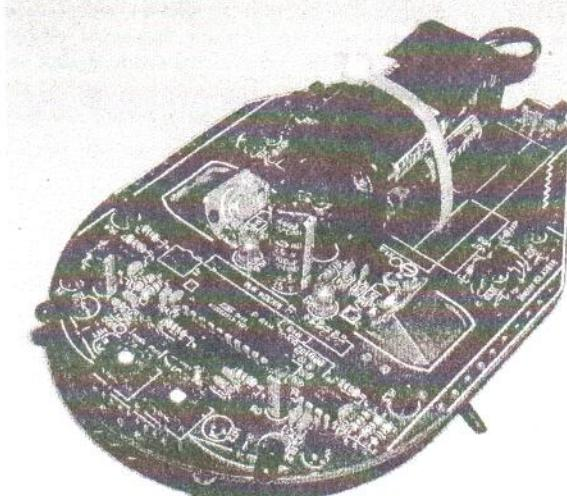
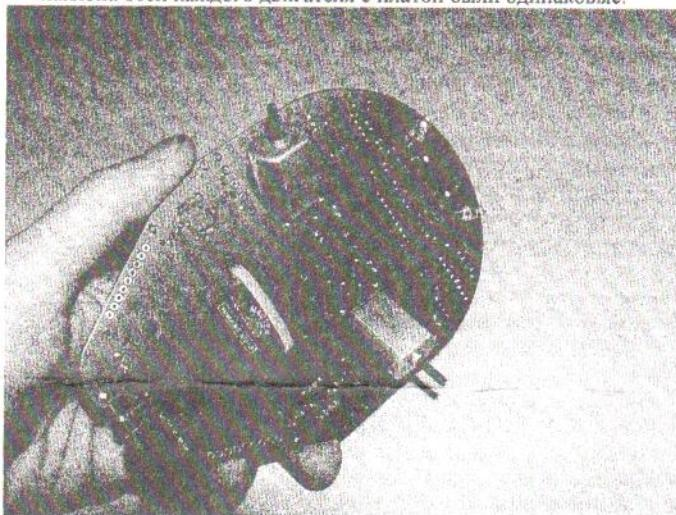
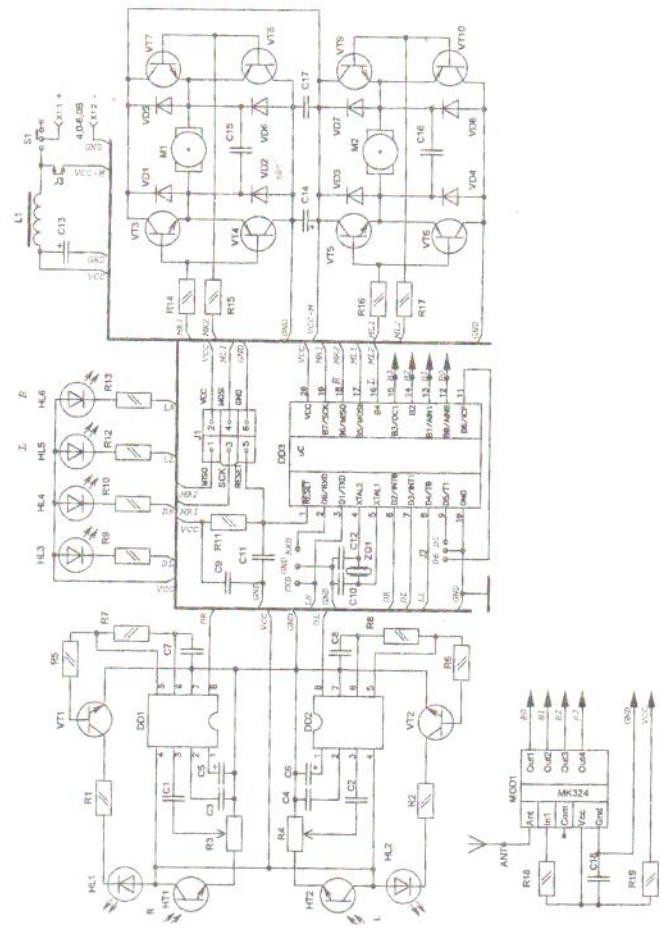

Рис.1 Общий вид устройства
Рис.3 Установка двигателей
Рис.4 Схема электрическая принципиальная
Общий вид устройства представлен на рис.1, схема электрическая принципиальная – рис.4 (включает в себя блок схему МК324).
- Закрепите двигатели на плате, используя луженый провод. Перемычки закрепляются при помощи пайки. Чтобы правильно установить двигатели, цветные метки (ЦМ) возле выводов двигателя должны быть сориентированы вперед по ходу движения робота. Внимательно рассмотрите Рис. 1 и Рис. 3 чтобы понять принцип установки моторов. Постарайтесь, что бы углы наклона осей каждого двигателя с платой были одинаковые.